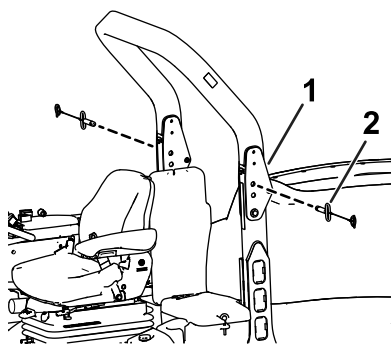

Рисунок 1
6. Снимите стопорные штифты с обеих сторон защитной дуги (Рисунок 1).